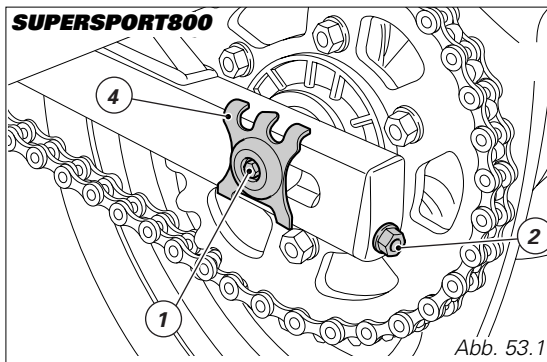

Abb. 53.1
Auf beiden Seiten der Schwinge die Übereinstimmung der Bezugskerben unter Bezugnahme auf die Anzeige (4, Abb. 53.1 und 53.2) des Läufers kontrollieren, so kann garantiert werden, dass das Rad perfekt auf Flucht liegt. Das Gewinde der Mutter (1) der Radachse mit SHELL Retinax HDX2 fetten und auf 72 Nm anziehen. Das Gewinde der Einstellschrauben (3) mit SHELL Alvania R3 fetten, dann die Kontermuttern (2) auf 8 Nm anziehen.